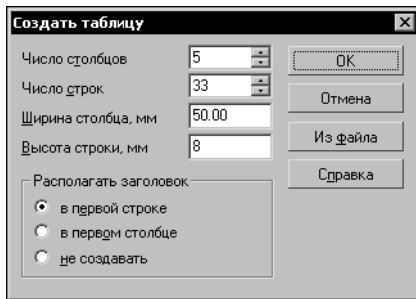

Рис. 22.1. Параметры новой таблицы
- ▼ заголовок располагается в верхней строке (рис. 22.1).